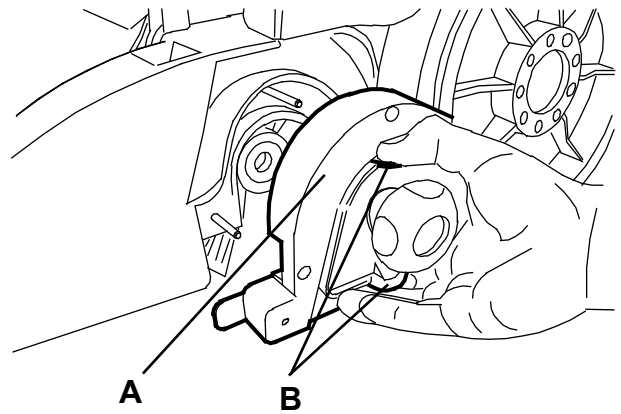

Abbildung 6
5. Klappe (A, Abb. 6) an den Punkten (B) festhalten und entfernen.